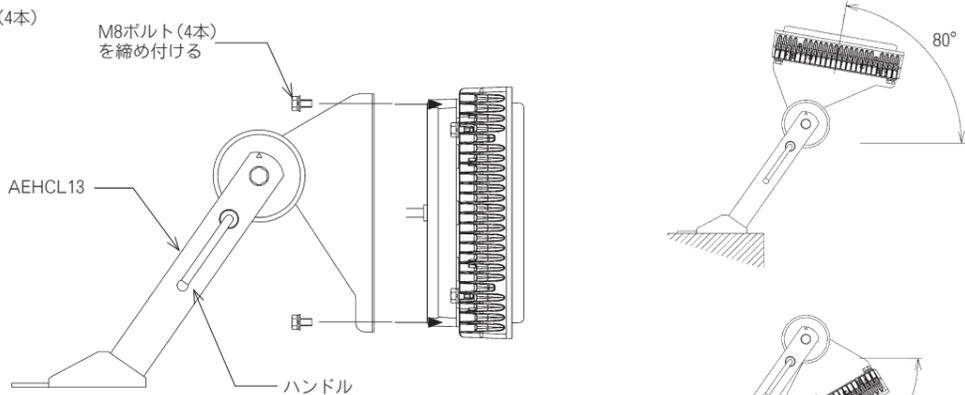

図13
- 器具にAEHCL13をセットし、M8ボルト4本を適正締付トルク10～15Nmで緩みのないように確実に締付けてください。(図13)締付けが不十分な場合、器具の落下による事故の原因になることがあります。